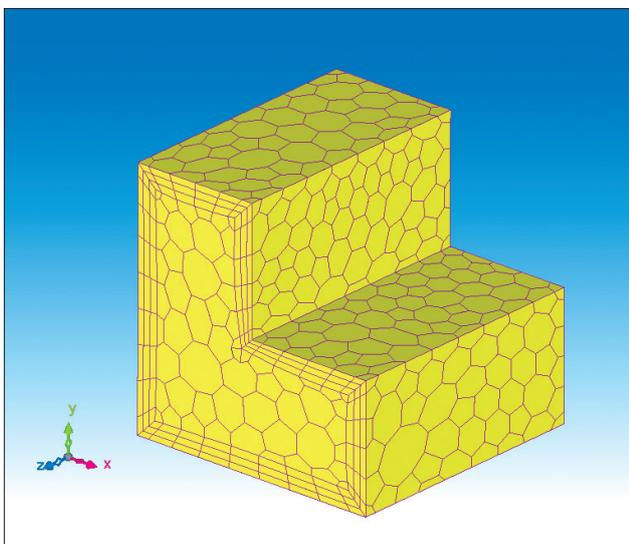

図1 ポリヘドラル（多面体）メッシュ
(1) メッシャーの機能として、ポリヘドラル（多面体）メッシュ（図1）を作成できるということが最大の特徴です。SCRUYU/Tetraのテトラメッシャーをベースに開発しているので、これまでのノウハウを生かしたものになっています。メッシュ作成の手順はSCRUYU/Tetraと同じく、八分木による粗密設定をして、それによってメッシュを切るというのですが、それぞれに簡易設定を追加しています。流体解析のメッシュ作成では壁（部品と流体の境界）において細かく、厚みの揃った境界層要素（プリズム要素）を挿入することが解析精度と安定性の向上につながります。簡易設定はそのような流体解析に適したメッシュを簡単に作成できる機能となっています。八分木作成では目標要素数のみを指定して自動作成